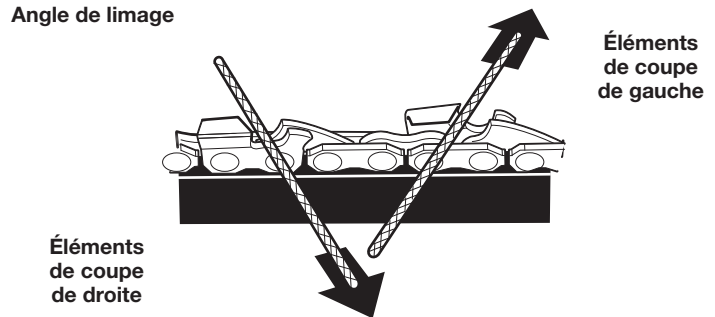

Fig. 34
- Limez vers le coin avant de l'élément de coupe (Fig. 34). Soulevez la lime pour l'enlever du dispositif de coupe à la fin de la course vers l'avant. Ne limez que pendant la course vers l'avant.
- Limez tous les éléments de coupe de gauche dans un sens (Fig. 34). Ensuite, passez à l'autre côté de la chaîne et limez l'ensemble des éléments de coupe de droite dans le sens opposé (Fig. 34).